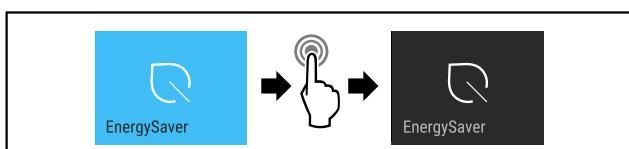

Fig. 15
- Izvedite zahtevane korake (glejte Fig. 15).